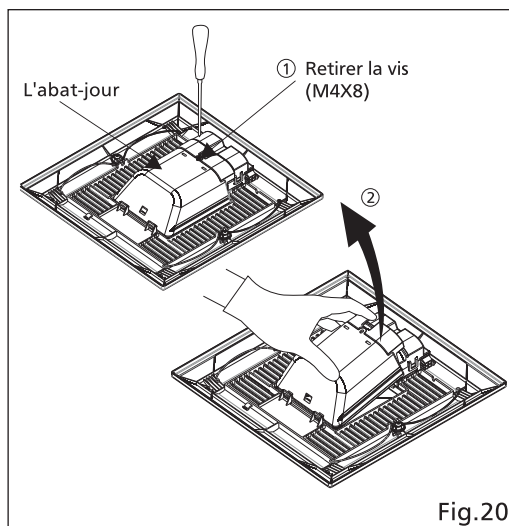

Fig. 20
2. Retirer la vis comme illustré à l'étape ① de la Fig.20. Retirer l'abat-jour comme illustré à l'étape ② de la Fig.20.